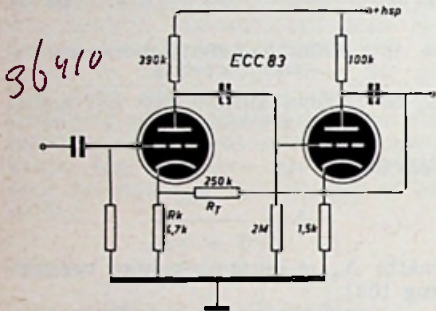

Fig. 3c - CASCADE-VERSTERKERTRAP met spanningstegenkoppeling
2. Tegenkoppeling over twee trappen (fig. 3c)
- b) voorafgegaan door een cascadeversterker volgens fig 3c, wat de gevoeligheid aan de ingang brengt op $1/51 \times 10 V_{eff} = 0,2 V_{eff}$, ruim voldoende voor kristal-groeftasters.